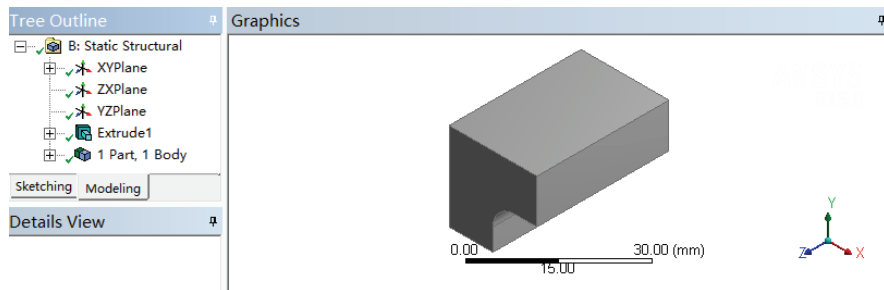

图 21-10 DM 子模型
3) 双击项目 A 中的 A2 栏 Geometry，此时会进入到 DM 界面，查看子模型如图 21-10 所示，此时如果设计树中显示 ⚡，表示需要生成模型，此时进行步骤 4)，否则可直接进入步骤 5)。